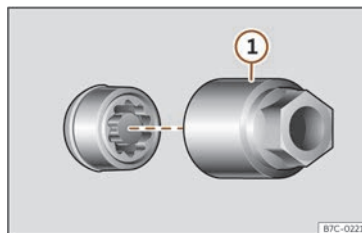

Fig. 199 Caragol antirobatori de la roda amb caputxó i adaptador.
- Encaixeu l'adaptador especial >>> **fig. 199** ① (eina de bord >>> pàg. 285) en el caragol antirobatori de la roda fins al límit.